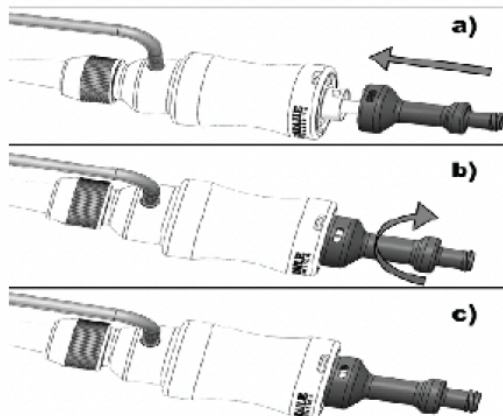

Figura 17:
C.8. Inserte el dilatador completamente en la luz de la vaina expansible y bloquee los dos dispositivos en sus hubs, como se muestra en la Figura 17.